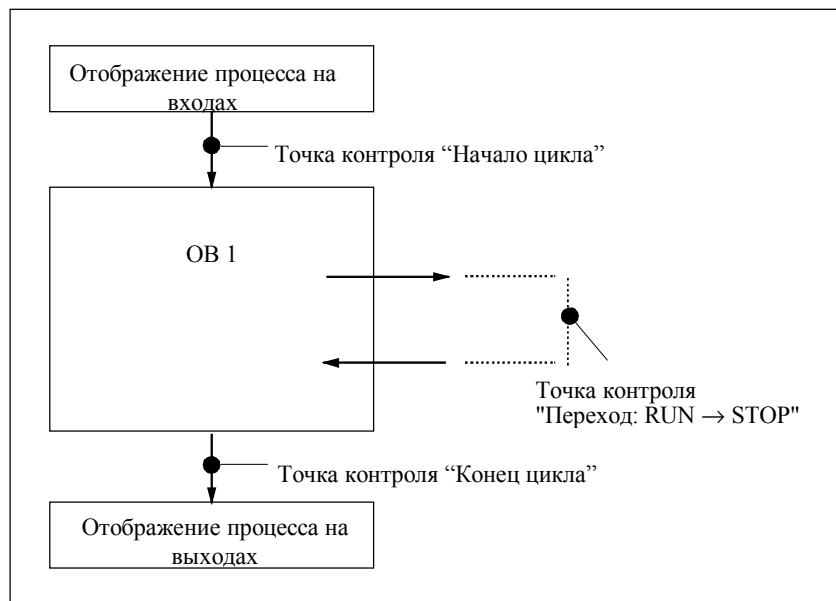

Рис. 14-2. Точки контроля
- выбрать одну из следующих точек контроля: "Beginn Zyklus" ("Начало цикла"), "Ende Zyklus" ("Конец цикла") или "Übergang von RUN nach STOP" ("Переход из RUN в STOP") (см. рис. 14-2)